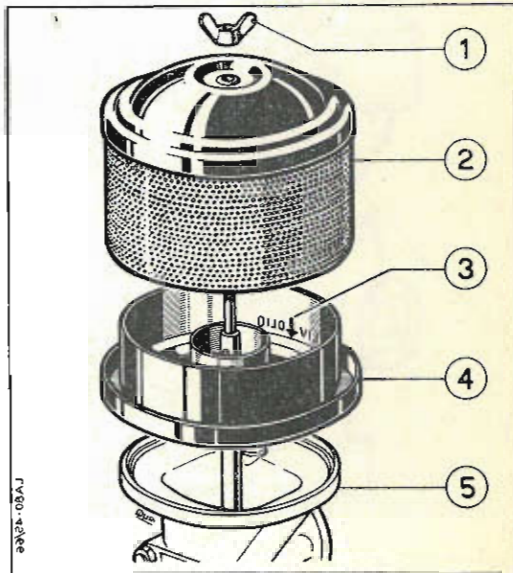

Fig. 2 - SMONTAGGIO DEL FILTRO ARIA
**PULIZIA DEL FILTRO ARIA** (Fig. 2) — L'elemento filtrante 2) è formato da due filtri distinti: una massa di paglia d'alluminio contenuta nella parte centrale, e una reticella disposta esternamente alla scatola. Questa reticella ha il compito di trattenere le impurità più grosse (pagliuzze, foglie o frammenti d'erba in genere) che possono depositarsi su di essa. **E' necessario pertanto sorvegliare sempre detta reticella e togliere spesso, anche con le sole mani, tutte quelle impurità che vanno ad ostruire il passaggio dell'aria.**